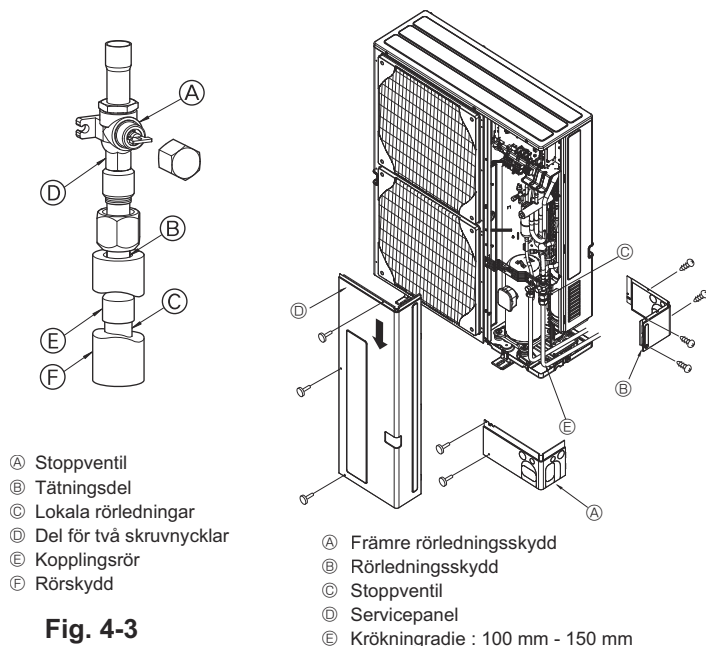

Fig. 4-3
- Följ proceduren nedan när rör ansluts på gassidan. (Fig. 4-3) (SHW230)